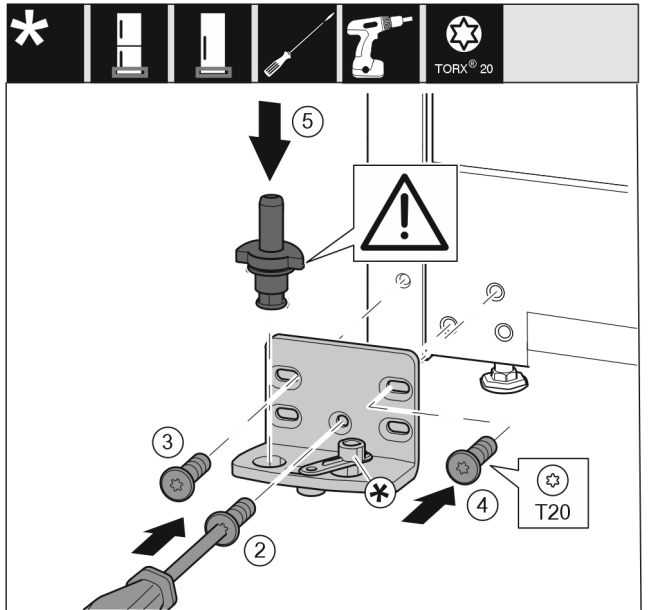

Fig. 16
- ▶ Placer le support de palier de l'autre côté et le visser avec un tournevis. Commencer par la vis Fig. 16 (2) en bas au milieu.
- ▶ Serrer la vis Fig. 16 (3) et la vis Fig. 16 (4).
- ▶ Insérer complètement l'axe de palier Fig. 16 (5). Veiller à ce que l'ergot soit orienté vers l'arrière.